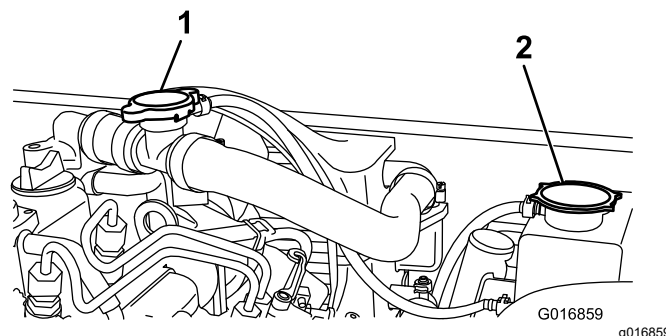

Figura 55
2. Retire el tapón del depósito de expansión del radiador (Figura 55).
2. Retire el tapón de llenado (Figura 55) y llene el radiador de refrigerante.
3. Vuelva a colocar el tapón de llenado y retire el tapón del depósito de expansión del radiador (Figura 55).